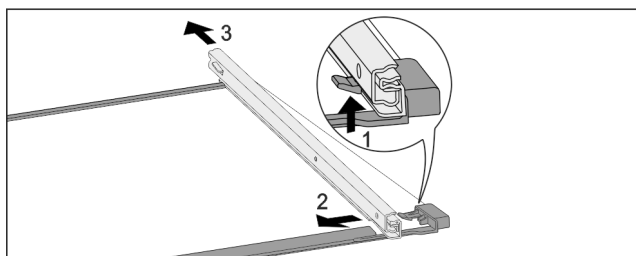

Fig. 253 带轨道的玻璃隔板
- ▶ 向上按前端的锁定钩。 Fig. 253 (1)
- ▶ 将牵伸轨推向一侧 Fig. 253 (2)，然后向后 Fig. 253 (3) 推。